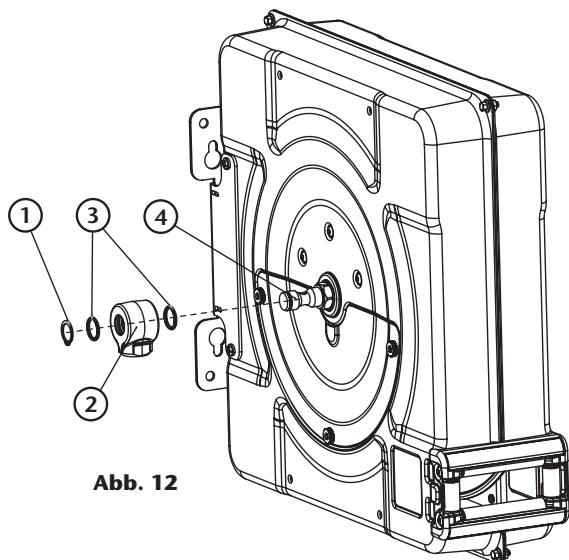

Abb. 12
2. Entfernen Sie den Sicherungsring (1) (Abb. 12) von der Welle und entfernen Sie das Kugelgelenk (2) (Abb. 12).
3. Ersetzen Sie die Dichtungen (3) (Abb. 12). Bei Mittel- und Hochdruckmodellen befinden sich die Dichtungen am Kugelgelenk. Bei Niederdruckmodellen befinden sich die Dichtungen auf der Welle. Wenn Sie zusätzlich zu den Dichtungen das Kugelgelenk ersetzen müssen, trennen Sie den Verbindungsschlauch davon und schließen Sie ihn wieder an das neue Kugelgelenk an.
4. Geben Sie etwas Fett auf die Welle (4) (Abb. 12) und das Kugelgelenk, um es vorsichtig wieder auf die Welle zu setzen.